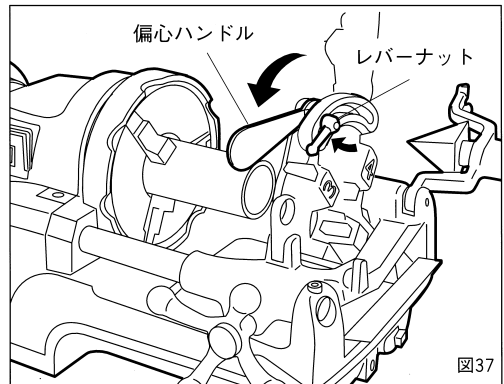
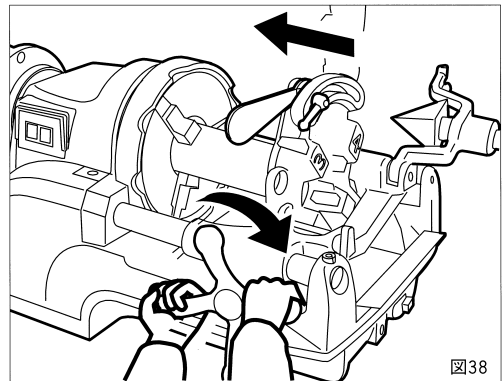

図37
図38
① ねじ切りのサイズ寸法を合わせるには偏心台の目盛りを、ダイヘッドのサイズ目盛りのねじ切り寸法に合わせて、レバーナットを締めて固定してください。(図37)
② スイッチを入れますとオイルはダイヘッドから自動的に注油されます。
③ 送りハンドルを右回り方向に動かしパイプにチェーザを押し付け食い付かせてください。ねじ山が3～4山切れればあとは自動的にねじが切れます。このマシンに使用されているシリースモータは、回転数が周波数に左右されず、負荷によって自動的に変化します。(図38)
④ ねじが規定の寸法まで切れましたら偏心ハンドルを徐々に矢印の方向に持ち上げてチェーザを開きねじを切り上げます。